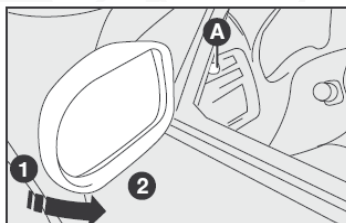

fig. 16
Con regulación interna manual - fig. 16
- ⚠ Si el espejo ocasiona dificultades al pasar por un lugar estrecho, cambiar la posición 1- fig. 16 o 17 para la posición 2.